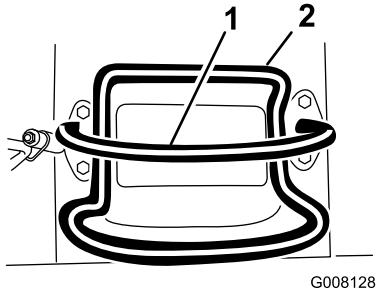

Bild 5
- Lassen Sie den Fahrantriebshebel los, um die Maschine anzuhalten (Bild 5).